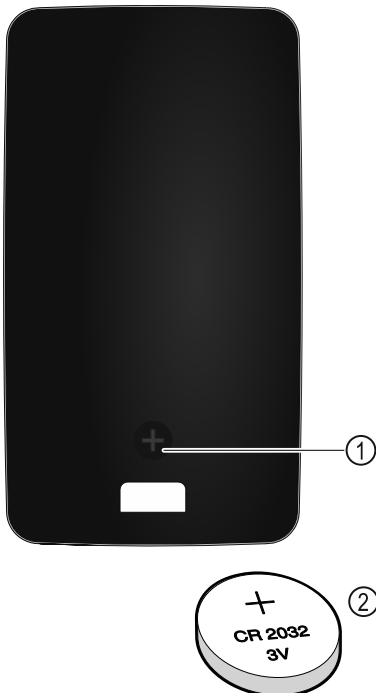

Fig. 223
Tālvadības pulsts barošanu nodrošina CR 2032 tipa baterija ar 3 V Fig. 223 (2), kas ir pieejama specializētajās tirdzniecības vietās.
- ▶ Izskrūvējiet skrūvi Fig. 223 (1) tālvadības pulsta aizmugurē.